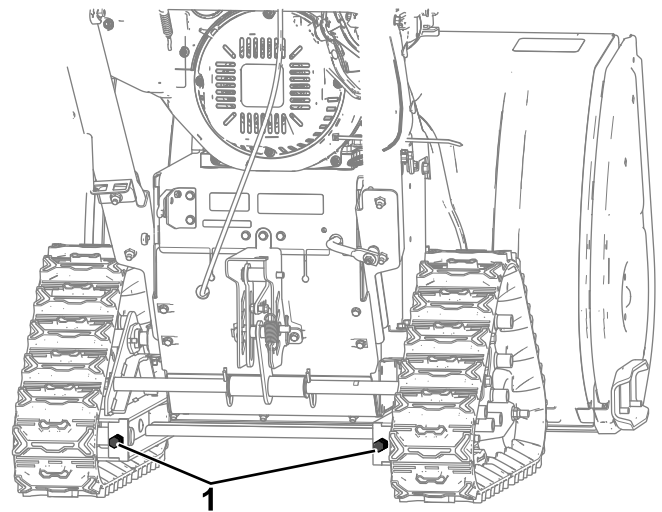

Figure 27
- B. Ajustez le boulon à tête hexagonale selon les besoins (Figure 27).